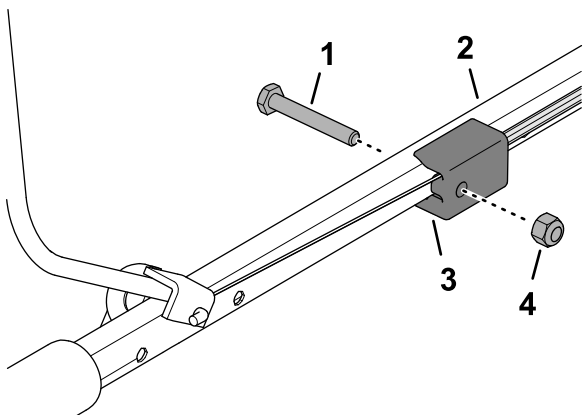

Bild 13
4. Stecken Sie das Ende des Schaltbügels in den Holm, drücken Sie den Schaltbügel leicht zusammen und stecken Sie das Ende des Schaltbügels in den Holm (Bild 13).